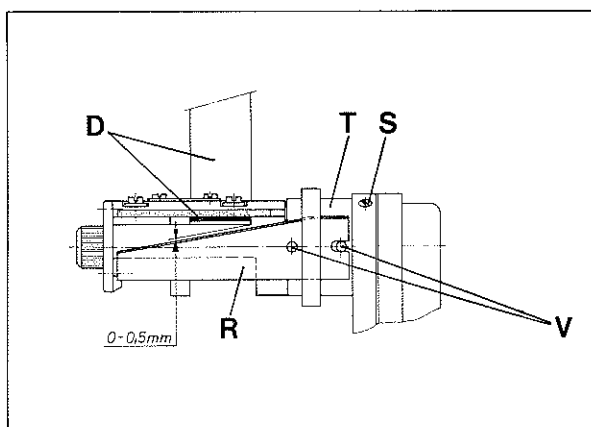
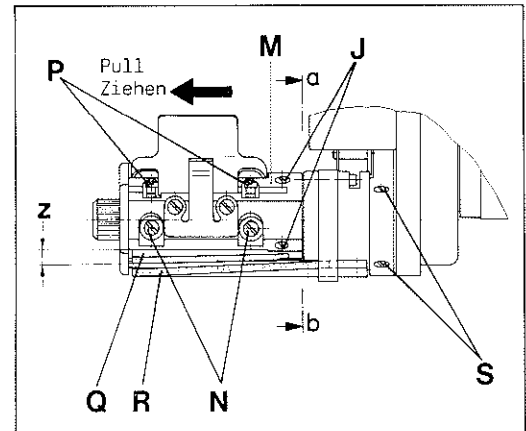
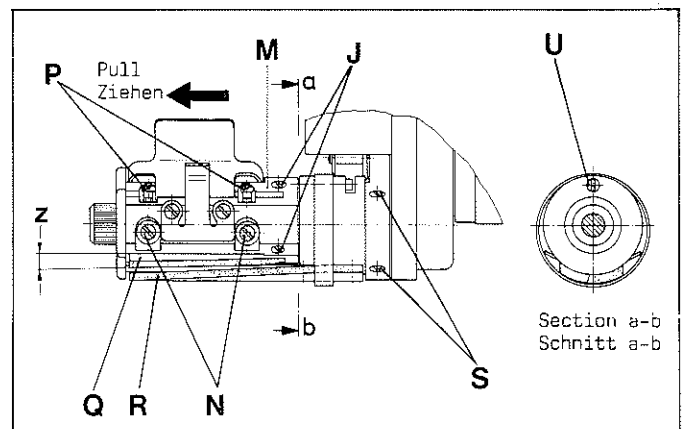

Fig.50
Fig. 49
Fig.51
Loosen the two screws (N, Fig. 49) very slightly and set with stop screws (P) the lower knife (Q) down so far that the cutting edges of upper and lower knife will press slightly against each other at the right where the cutting starts.
Lösen Sie die beiden Schrauben (N, Fig. 49) ganz leicht und stellen Sie mit den beiden Anschlagsschrauben (P) das Untermesser (Q) soweit nach unten, daß die Schneidkanten von Ober- und Untermesser rechts, wo das Schneiden beginnt, leicht gegeneinander drücken.
Now by further turning in the left screw (P) set the lower knife (Q) in a slightly slanting position (shear angle  $z$ , Fig. 49), so that both knives remain in punctual contact while cutting. Tighten the two screws (N) and secure the position of stop screws (P) with engineering adhesive.
Loosen screw (S, Fig. 50) and rotate bushing (T) with upper knife (R) so that there will be a distance of 0 to 0,5 mm (0 to .020 in.) for the tape (D), see Fig. 50. Retighten screw (S).
Loosen screws (J, Fig. 49) and pull-off knife holder assembly (M) in direction of the arrow (see Fig. 49) and remove the plastic washer. Turn clamp bolt (U, Fig. 51) in any direction by 180° and remove the upper knife (R, Fig. 50).
Insert a new upper knife on bolts (V) and turn clamp bolt (U, Fig. 51) again by 180° which fastens the knife.
Replace the plastic washer and slip-on knife holder assembly (M, Fig. 49), rotate it into the correct position with respect to the lower knife (R) and retighten screws (J).
Stellen Sie nun durch weiteres Eindrehen der linken Schraube (P) das Untermesser (Q) leicht schräg (Scherwinkel  $z$ , Fig. 49), so daß beim Schneiden beide Messer punktförmig in Kontakt bleiben.
Lösen Sie die Schraube (S, Fig. 50) und verdrehen Sie die Buchse (T) mit dem Obermesser (R) so, daß für das Band (D) ein Abstand von 0 bis 0,5 mm entsteht, siehe Fig. 50. Ziehen Sie die Schraube (S) wieder an.
Lösen Sie die Schrauben (J, Fig. 49) und ziehen Sie den kompletten Messerhalter (M) in Pfeilrichtung (siehe Fig. 49) ab und entfernen Sie die Kunststoffscheibe. Drehen Sie den Spannbolzen (U, Fig. 51) in beliebiger Richtung um 180° und entfernen Sie das Obermesser (R, Fig. 49).
Setzen Sie ein neues Obermesser auf die Bolzen (V) und drehen den Spannbolzen (U, Fig. 51) wieder um 180°, damit ist das Messer befestigt.
Legen Sie die Kunststoffscheibe auf und schieben Sie den kompletten Messerhalter (M, Fig. 49) wieder ein, verdrehen Sie ihn in die richtige Stellung zum Untermesser (R) und ziehen Sie die Schrauben (J) wieder an.